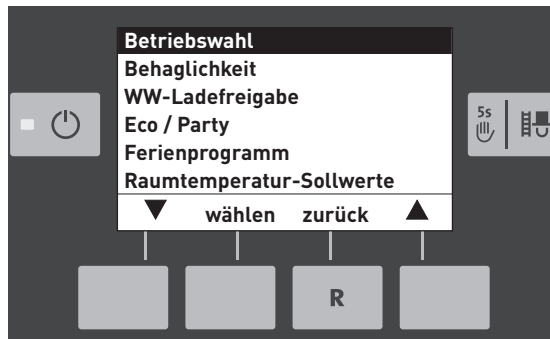

Fig. 26
- ▶ "Betriebswahl" auswählen – Fig. 26.